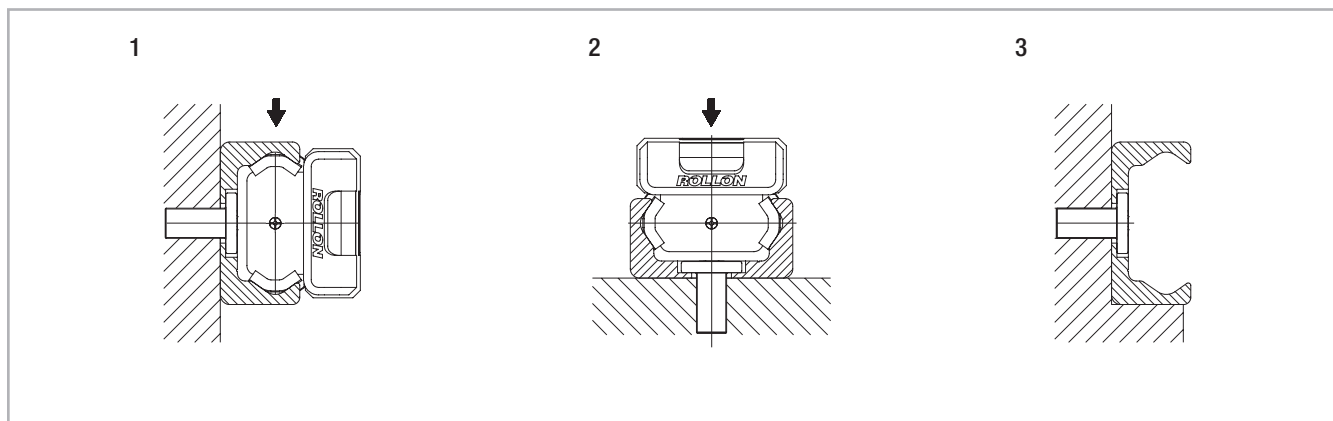

Fig. 156
Las guías T y K pueden montarse en dos posiciones según la fuerza externa. Para la carga axial del cursor (Fig. 156, pos. 2), la capacidad de carga se reduce por la disminución del área de contacto al cambiar la posición. Como consecuencia, las guías deben montarse de modo tal que la carga actúe en los rodamientos en dirección radial (Fig. 156, pos. 1). El número de agujeros de anclaje en la guía junto con los tornillos de clase 10.9 están dimensionados según los valores de la capacidad de carga. Para aplicaciones críticas con vibraciones o mayores requisitos de rigidez, es útil prever un soporte de la guía (Fig. 156, pos. 3).